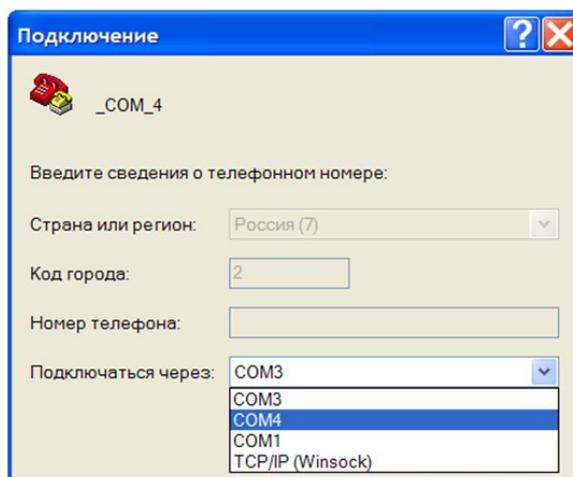

Рисунок 30 - Выбор порта
4) В открывшемся окне следует выбрать нужный последовательный порт, к которому подсоединен блок БКД-МЕ (рисунок 30) и нажать кнопку «ОК».